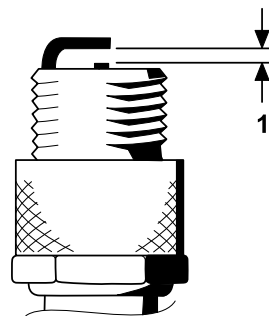

图 42
4. 如图 42 所示将中心电极与侧电极之间的空隙设置为 0.76mm。